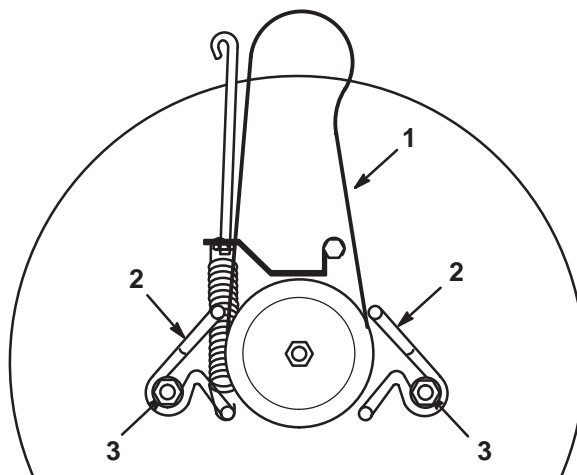

Figure 41
2. Desserrez les boulons de montage des guide-courroie et écartez ceux-ci de la poulie (Fig. 41).
1. Installez la nouvelle courroie d'entraînement autour de la poulie et dans les guide-courroie (Fig. 41).
2. Réglez les guide-courroie pour qu'ils se trouvent à 3 mm de la poulie. Serrez les boulons de montage (Fig. 41).